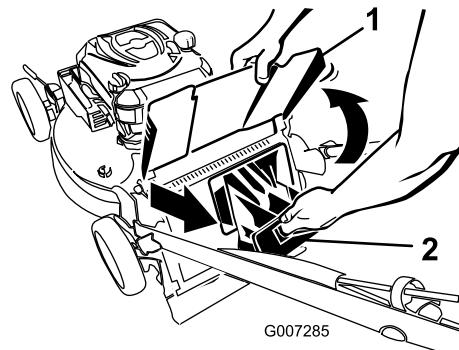

Figura 32
1. Levante y sujeté el deflector de descarga (Figura 32).